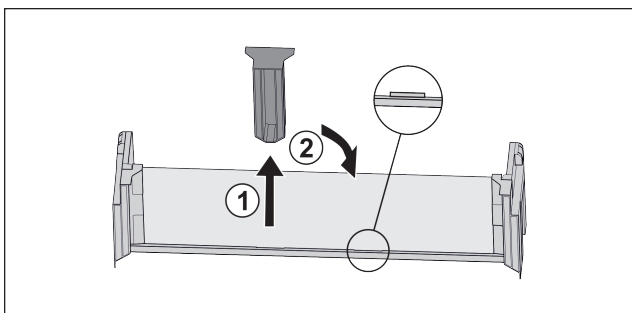

Fig. 90
- ▶ Изтеглете средната задържаща част Fig. 90 (1).
- ▶ Вкарайте средната задържаща част на втората позиция Fig. 90 (2).